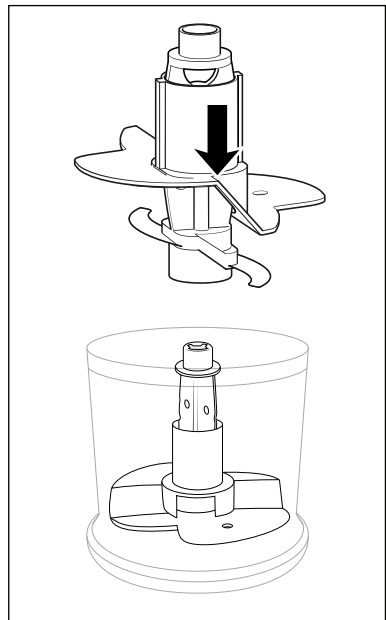

Bild 1
- Om du ska vispa 100 ml grädde sätter du visptillsatsen **10** på knivhållaren **5** så att den ligger över bägge knivarna **7** och snäpper fast (bild 1):